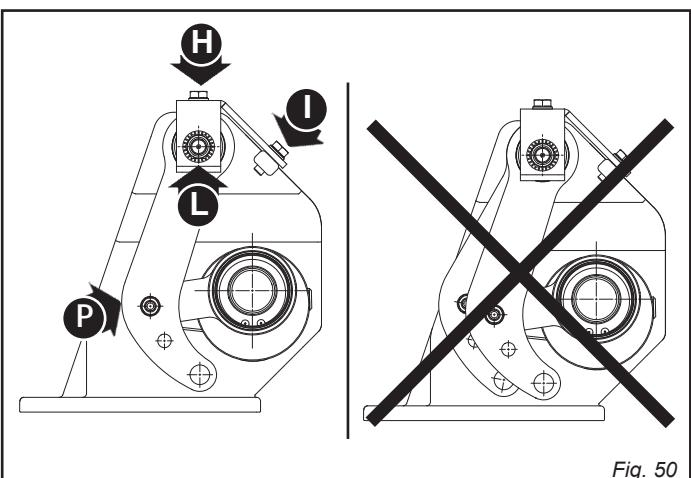

Fig. 50
**ВНИМАНИЕ!** Не затягивать винты, предварительно не выровняв вилки в правильном положении (P, рис. 50).